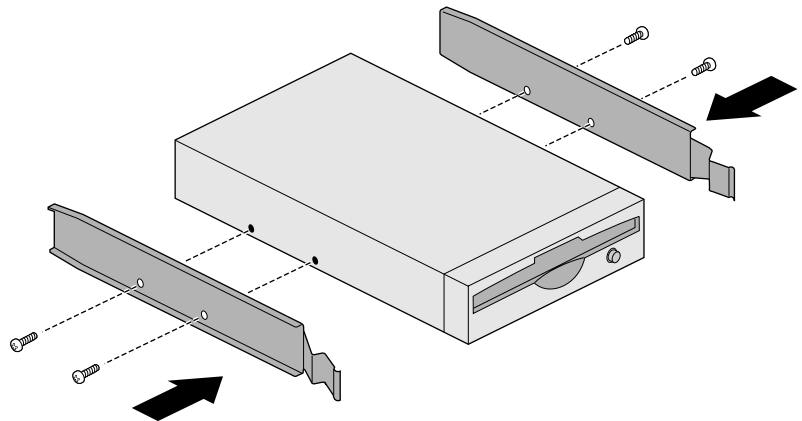

Figure 4-3 Fixation des coulisseaux sur le lecteur
7. À l'aide des vis appropriées, fixez un coulisseau de chaque côté du lecteur, comme indiqué à la Figure 4-3. Les coulisseaux permettent au lecteur d'être maintenu fermement en place dans la baie. Il existe un certain nombre de trous sur la glissière qui vous permettent de l'adapter à différents lecteurs.